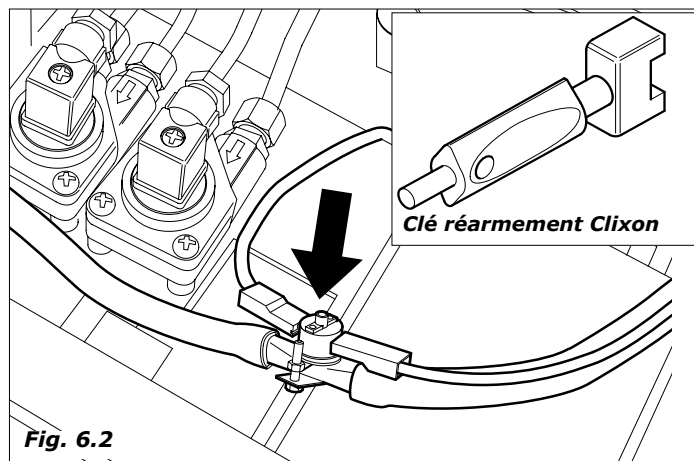

Fig. 6.2
Si la pression indiquée par le manomètre (1) dépasse la valeur de 1.6 bar, un dispositif d'arrêt automatique (Clixon - Fig. 6.2) éteint la machine.